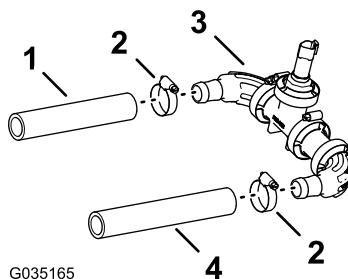

Рисунок 58
1. Наденьте шланг ($1 \times 7\frac{1}{4}$ дюйма) на угловой штуцер типа «елочка» датчика давления и коллектора, как показано на Рисунок 58.
2. Закрепите шланг и штуцер типа «елочка» с помощью шлангового хомута (Рисунок 58).
давления и коллектора, как показано на Рисунок 58.
4. Закрепите шланг и штуцер типа «елочка» с помощью шлангового хомута (Рисунок 58).